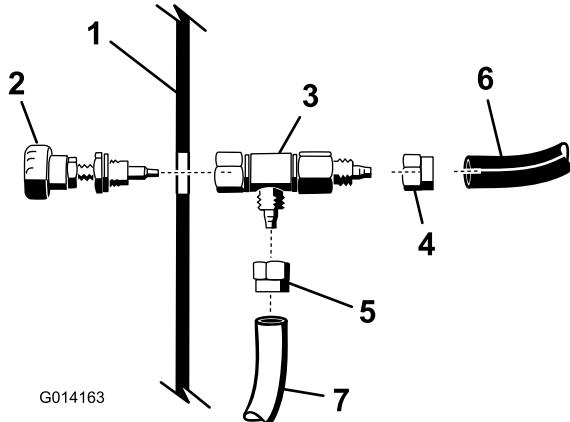

Figura 20
- Allentate il dado che fissa il gruppo manopola al raccordo a T, come illustrato in Figura 20.
- Montate i tubi blu e trasparente che provengono dal flessibile della schiuma sotto il cruscotto al corpo della valvola di regolazione, come illustrato in Figura 20.